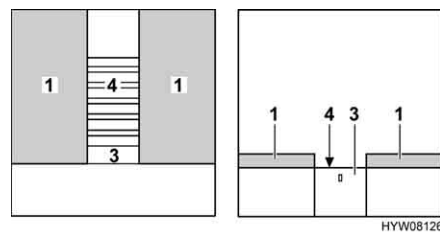

Fig. 116 Durante la transformación
- Si está montado un bloqueo en el dispositivo de extracción (Fig. 116,3): Meter la mano atrás del panel y desbloquear el dispositivo de extracción.
- Extraer completamente el somier (Fig. 116,4) o bien la prolongación con el dispositivo de extracción.